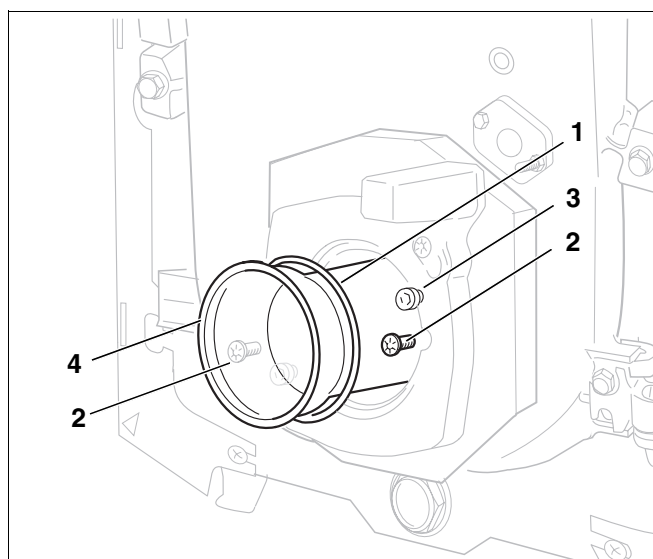

Рис. 30 Замена трубы горелки и проверка герметичности
- Открутить оба крепежных винта (рис. 30, поз. 2).
- Установить новую трубу (рис. 30, поз. 4) и кольцо (рис. 30, поз. 1).
- Надеть горелку на оба болта на фланце (рис. 30, поз. 3).
- Повернуть влево до упора и затянуть крепежные болты (рис. 30, поз. 2).